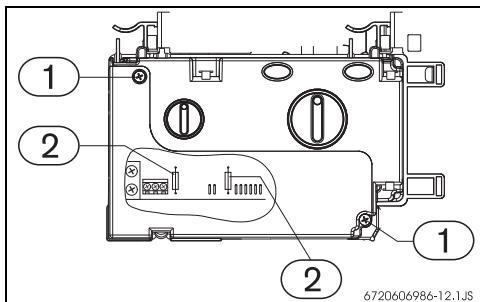

Fig. 22 Control box
- ▶ Remove the fuses from the box (Fig. 22, [1]) and remove cap.
- ▶ Replace fuses (Fig. 22, [2]).
- Schroef de afdekplaat van de besturingssunit los (Afb. 22).
Afb. 22 besturingssunit
- Monteer de deelrechte zekering(en) (→Afb. 22, [2]).